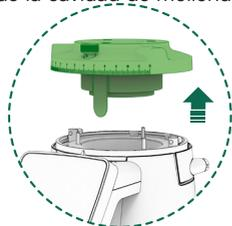

Fig. 18
12.3.12. Levanta sosteniendo el regulador de molienda (8), para acceder a la cavidad de molienda, limpia el interior con la ayuda de un cepillo o aspiradora y retira cualquier residuo de café de la cavidad de molienda (Fig. 18).